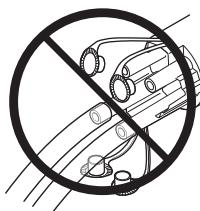

Figure 5 Fermer tous les ports inutilisés
- Fermer tous les ports inutilisés du collecteur avec les capuchons correspondants (Figure 5).